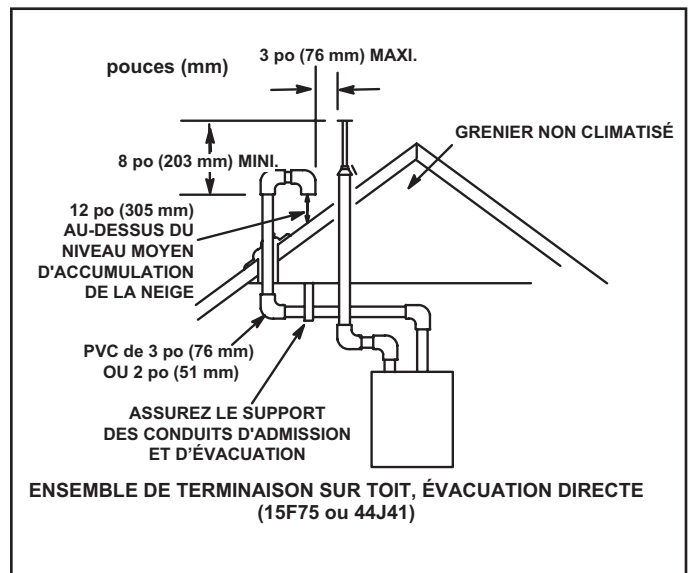

Figure 33
Les conduits d'admission et d'évacuation peuvent être acheminés soit horizontalement à travers un mur extérieur, soit verticalement à travers le toit. Pour les installations sous comble ou dans un placard, il est préférable d'utiliser une terminaison verticale à travers le toit. Les Figure 33 à Figure 40 illustrent des terminaisons typiques.
- 3 - Avec les terminaisons sur toit, le conduit d'admission doit comporter deux coudes à 90° et se terminer verticalement vers le bas (reportez-vous à la Figure 33).